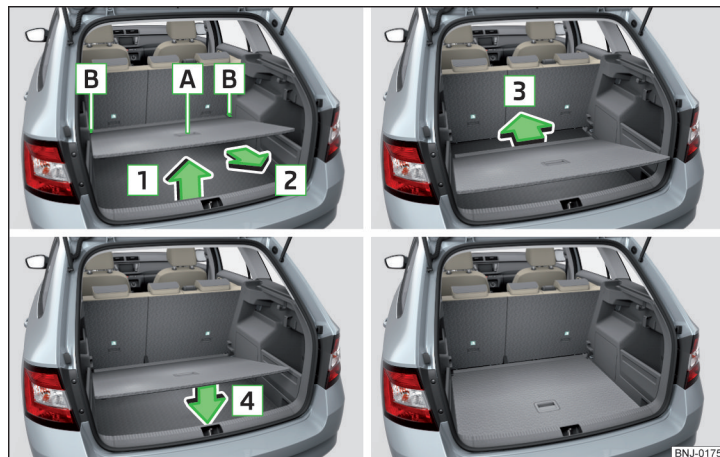

Bild 107 Ställa in det variabla lastgolvet i det nedre läget
- › Ta tag i det variabla lastgolvet handtag **A** » bild 107.